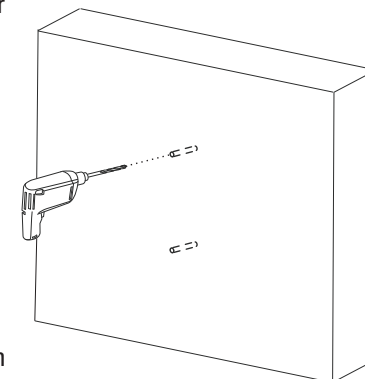

Fig. 07
4. Utilize broca 10mm (5/8) para fazer os furos sobre as marcações (Fig. 07). Remova de dentro dos furos o excesso de poeira gerada pela broca.
5. Insira as buchas plásticas (1) até que as mesmas fiquem niveladas com a parede. Se necessário, um martelo pode ser usado para bater levemente nas buchas para o nivelamento das mesmas com a superfície da parede.